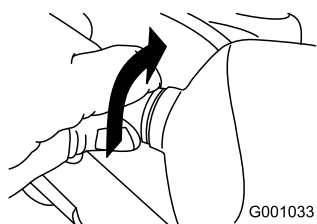

Bild 51
2. Drehen Sie den Sockel der Glühbirne nach links, bis er stoppt (Bild 51).